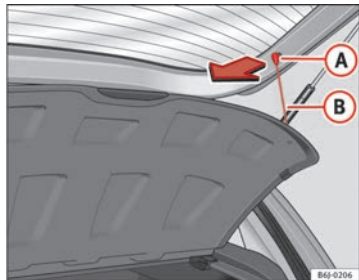

Fig. 95 Plage arrière
- Décrochez les tirants ⇒ fig. 95 B de leurs logements A.